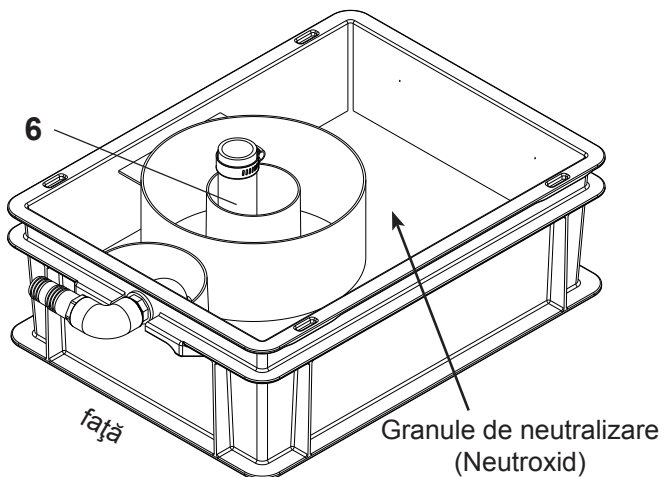

Fig. 10
7. Glisați cutia de neutralizare (11, Fig. 13) în cazan până când furtunul sifonului (6, Fig. 10) se află direct sub racordul de scurgere.